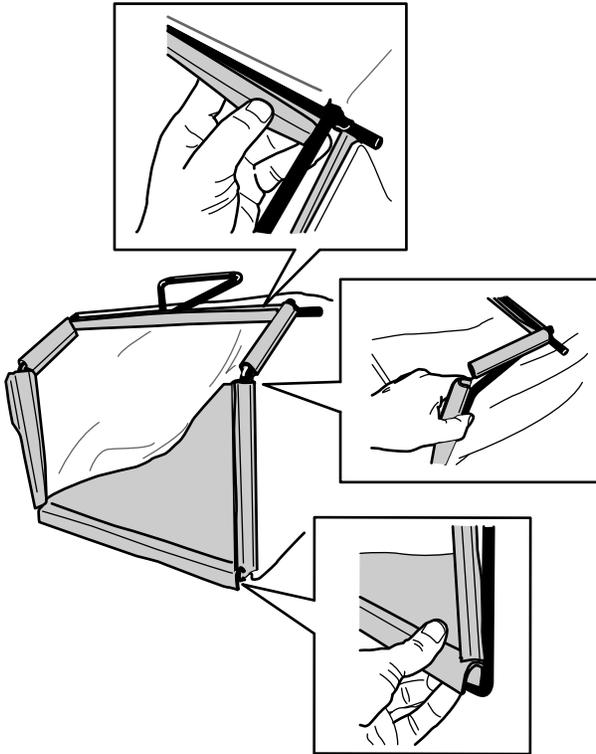

Figura 10
2. Enganche el canal inferior del recogedor en la parte inferior del bastidor (Figura 10).
3. Enganche los canales superiores y laterales del recogedor en la parte superior y en los laterales del bastidor, respectivamente (Figura 10).